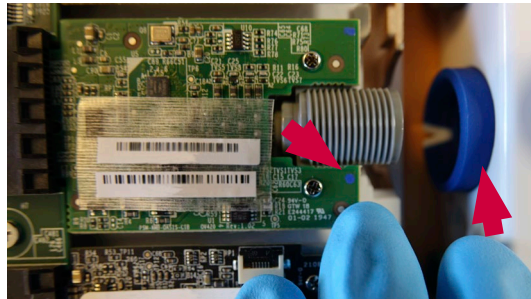

Figura 19 Indicatorul de culoare de pe placa VDI trebuie să corespundă cu inelul colorat.
e) Asigurați-vă că inelul colorat de pe carcasa dorsală are aceeași culoare cu indicația de pe placa VDI (Figura 19)
Când montați la loc carcasa dorsală, asigurați-vă că punctele colorate de pe plăcile VDI (Figura 19) corespund culorilor inelelor colorate la care sunt amplasate.